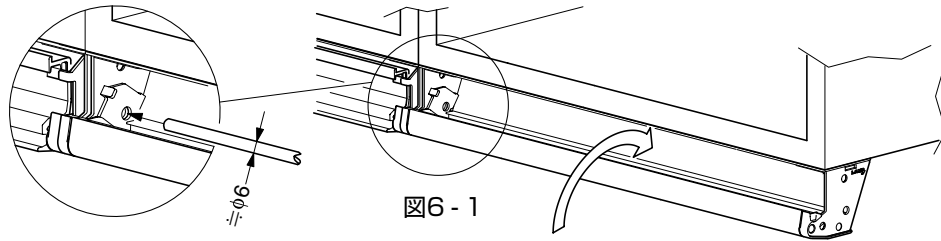

図6-1
- 1 任意の②下レールを奥に90°倒した後、φ6程度の棒（ドライバーなど）を穴に挿し、レールが倒れたままの状態に仮固定してください（図6-1）。
- 3 手順6の 1 と同じ手順で、②下レールを仮固定します (P.8、図 6-1)。